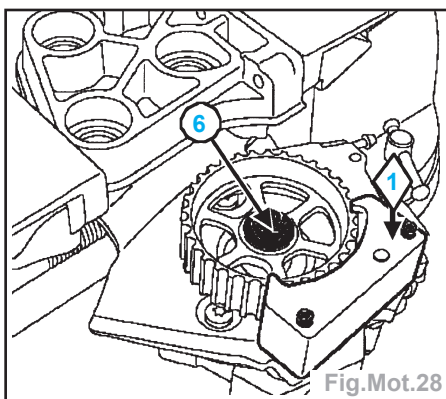

Fig.Mot.28
- Mettre en place l'outil **Mot. 1668 (1)** (Fig. Mot.28).